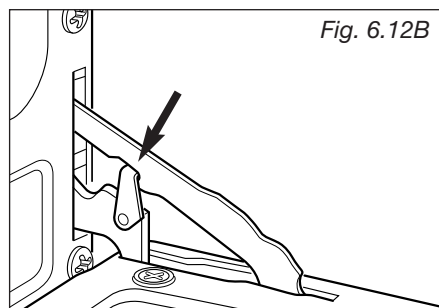

Fig. 6.12B
- Accrocher la bague de retenue au charnon opposé des charnières de gauche et de droite (fig. 6.12B).